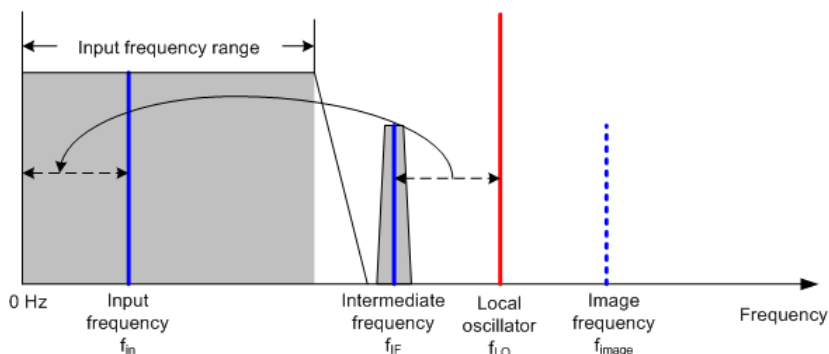

Abbildung 11-3: Mischvorgang
Der Mischer setzt das HF-Signal in eine feste Zwischenfrequenz (ZF) um. Dieser Vorgang läuft üblicherweise in mehreren Stufen ab. Er ist erst beendet, wenn Sie eine Zwischenfrequenz erhalten, für die gute Schmalbandfilter verfügbar sind. Der R&S FSH benötigt drei Mischstufen, um eine Zwischenfrequenz zu erhalten, die das Filter verarbeiten kann. Abbildung 11-3 zeigt eine grafische Darstellung des Mischvorgangs.